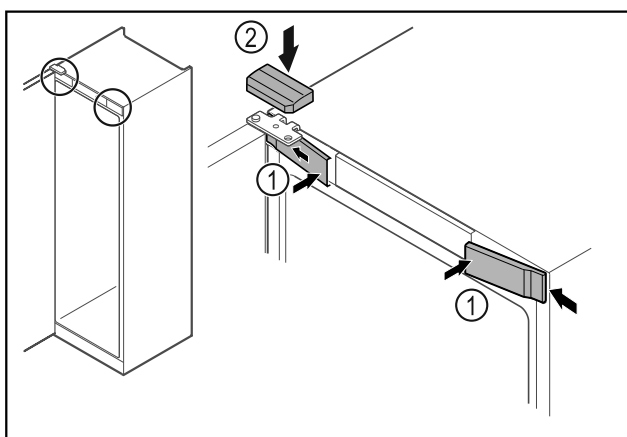

Fig. 47 *
- Αναρτήστε τα μπροστινά καλύμματα Fig. 47 (1) στο πλάι και κουμπώστε τα.*
- Κουμπώστε το επάνω κάλυμμα Fig. 47 (2) από πάνω.*